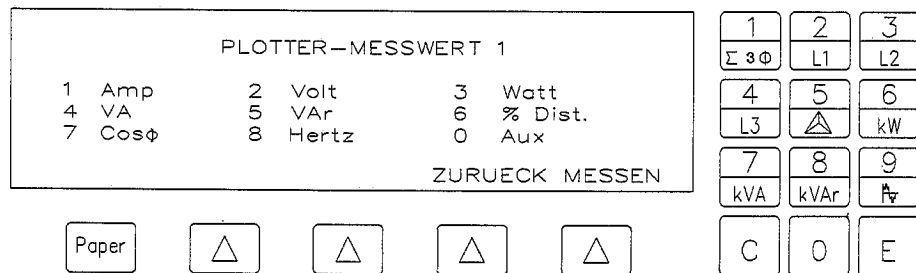

Abb. 3.27
- Mit [1] auf dem Display die Liste der Werte abrufen, die mit Plotter-Messung 1 ausgewählt werden können (s. Abb. 3.27).